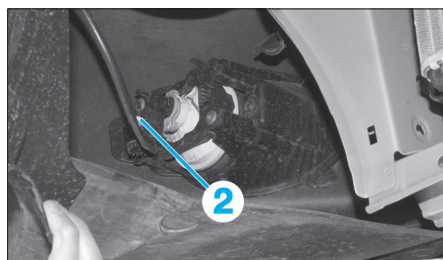

Fig. 40
- Déconnecter le connecteur du feu de brouillard avant (2) (Fig.40).